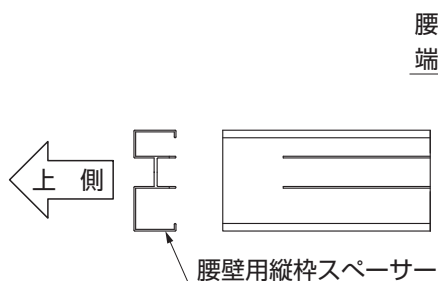

図1-1
- 腰壁用縦枠スペーサーには上下があります。（図1-1参照）
- ③腰壁用縦枠スペーサーを、腰壁用端部柱に、【46-4】、【47-4】で取付けてください。